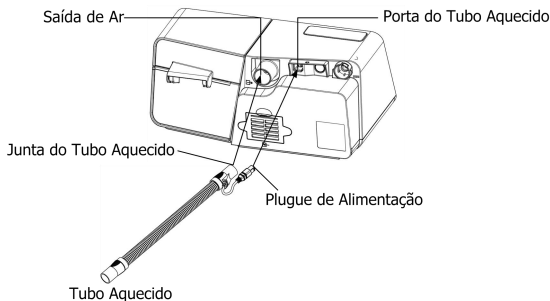

Fig. 11-6
- (2) Conecte a junta do tubo aquecido à saída de ar do dispositivo e, em seguida, insira o plugue de alimentação na porta do tubo aquecido na parte de trás do dispositivo, conforme mostrado na Fig. 11-6.